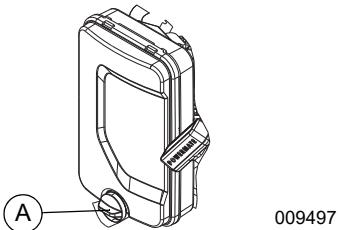

Figura 4-3. Conjunto del filtro de aire
1. Consulte la **Figura 4-3**. Gire el mando (A) y retire la cubierta del filtro de aire.